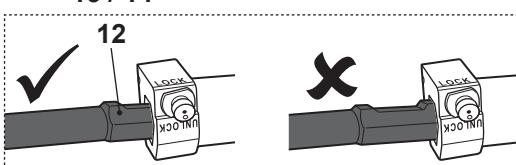

Fig. 2
- > Inserte un cincel (12) hasta el fondo del portaherramientas (1) con la hendidura en el vástago del útil (12) mirando hacia arriba (Fig. 2, paso 1).
- > Tire del perno de bloqueo (2) y gírelo 180° para bloquear el cincel (13, 14) (Fig. 2, paso 2 y 3).